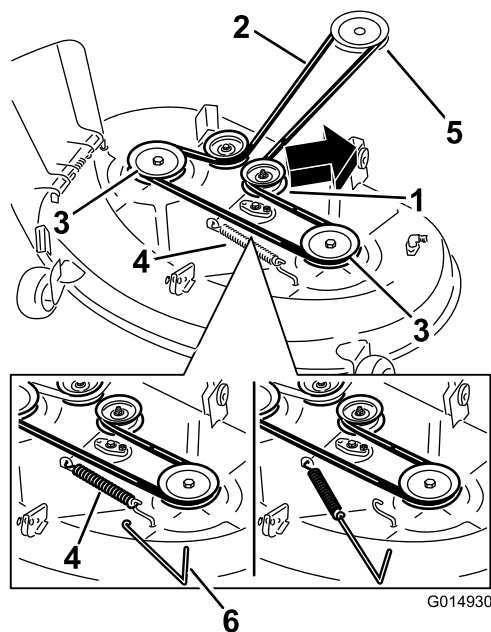

Figura 61
5. Usando una herramienta para la retirada de muelles (Pieza Toro N.º 92-5771), retire el muelle tensor del gancho de la carcasa para eliminar la tensión de la polea tensora, y retire la correa de las poleas (Figura 61).
7. Usando una herramienta para la retirada de muelles, instale el muelle tensor sobre el gancho de la carcasa y tense la polea tensora y la correa del cortacésped (Figura 61).